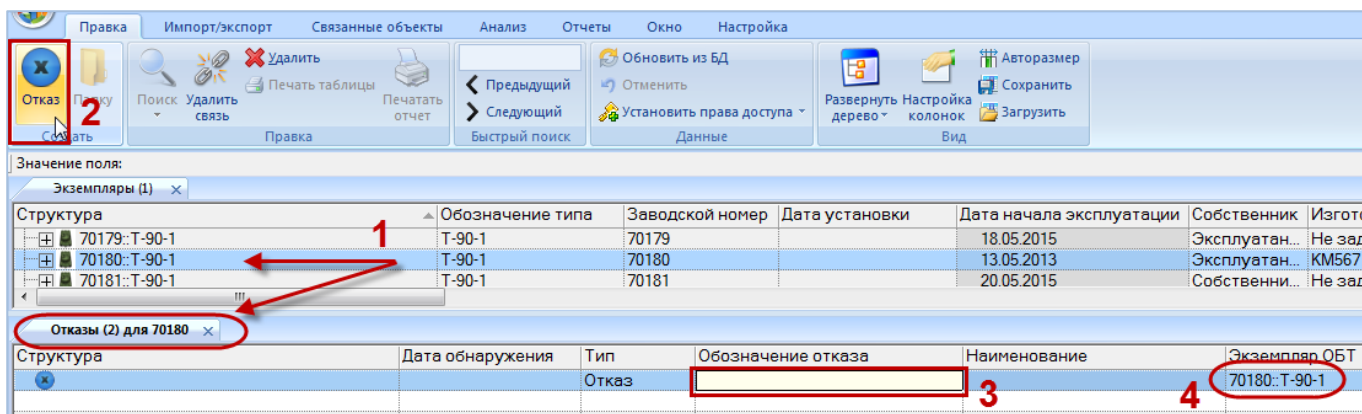

Рис. 26-16 – Создание неисправности в окне связанных объектов «Неисправности» для экземпляра ФИ
- 2) Выделить экземпляр ФИ в рабочем окне «Экземпляры» и открыть окно связанных объектов «Неисправности» для выбранного экземпляра ФИ (1 на рис. 26-16).
- 3) Щёлкнуть клавишей мыши в рабочем окне «Неисправности», затем нажать кнопку «Неисправность» панели «Создать» (2 на рис. 26-16).
- 4) В окне связанных объектов «Неисправности» для выбранного экземпляра ФИ появится новая неисправность. Ввести «Обозначение» неисправности (3 на рис. 26-16).
- 5) Связь неисправности с экземпляром ФИ будет создана автоматически (4 на рис. 26-16).